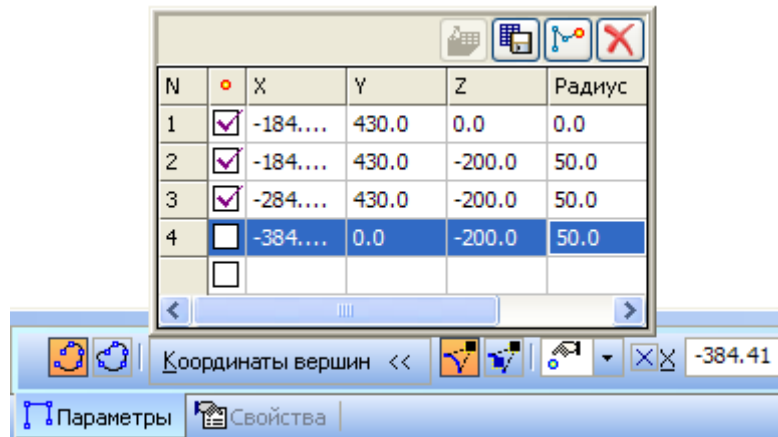

Рисунок 54.
- В ячейки Радиус для вершин 2, 3 и 4 введите значение 50 мм (рис. 54).